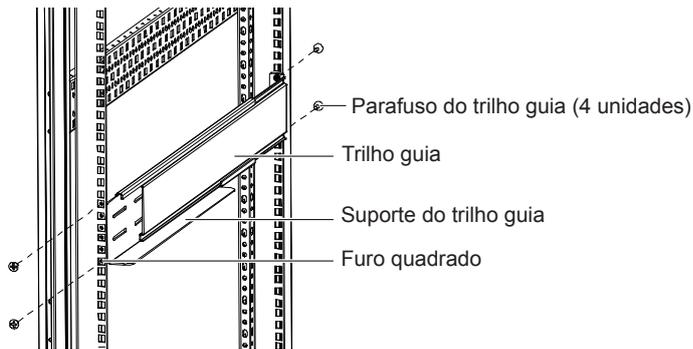

Figura 2-7 Instalação dos Trilhos guia
3) Alinhe os furos de instalação do trilho guia com os furos quadrados do rack, fixe o trilho guia no rack com os parafusos (oito em total). Cada trilho guia precisa de quatro parafusos, como mostra a Figura 2-7.